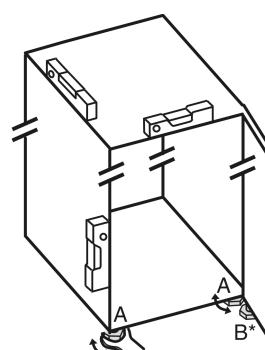

Fig. 4
- Выкрутите регулируемые опоры Fig. 4 (A) при помощи входящего в комплект поставки рожкового ключа и, используя уровень, выставьте устройство прочно и ровно по горизонтали.
- Выверните регулируемую опору Fig. 4 (B) на нижнем опорном кронштейне при помощи входящего в комплект поставки рожкового ключа до ее соприкосновения с полом.
► Поверните регулируемую опору Fig. 4 (B) еще на 90°.